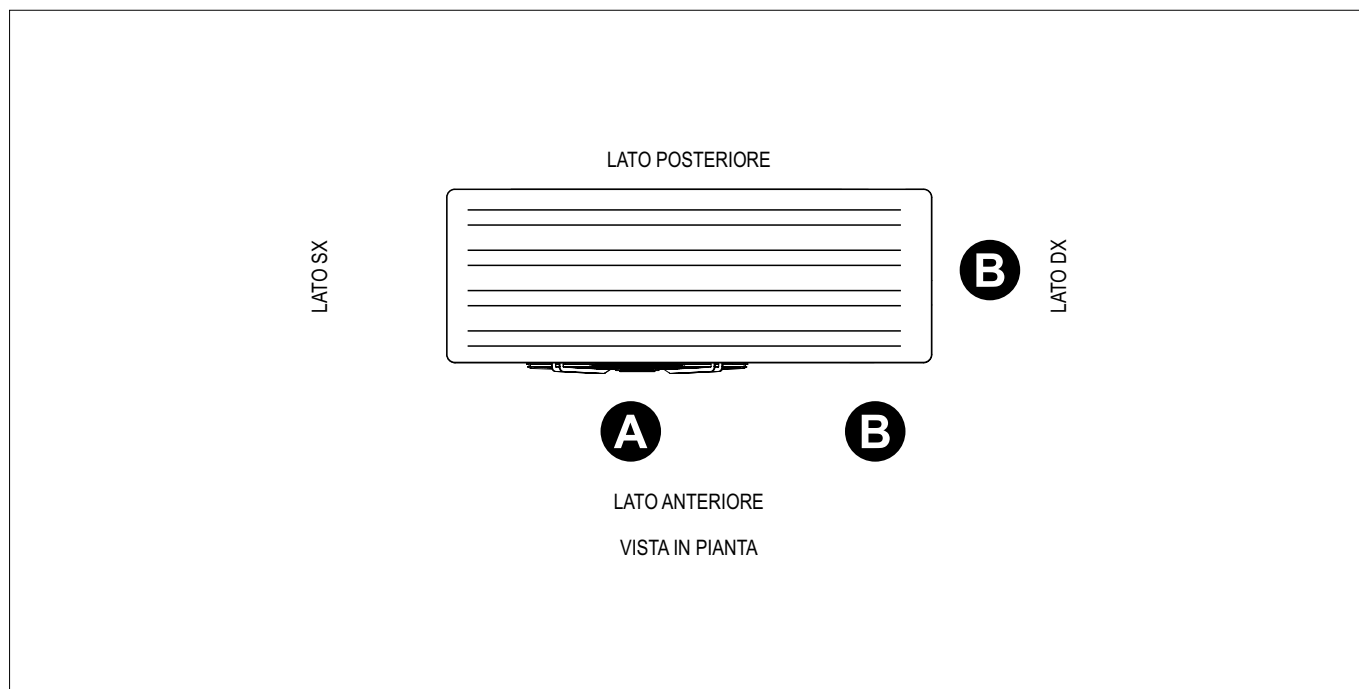

FIG. 27 (Posti di lavoro)
- 2) Inserire le forche del carrello elevatore (v. FIG. 27) sotto al bancale o zoccolo sulla parte posteriore della macchina o dal lato dei raccordi